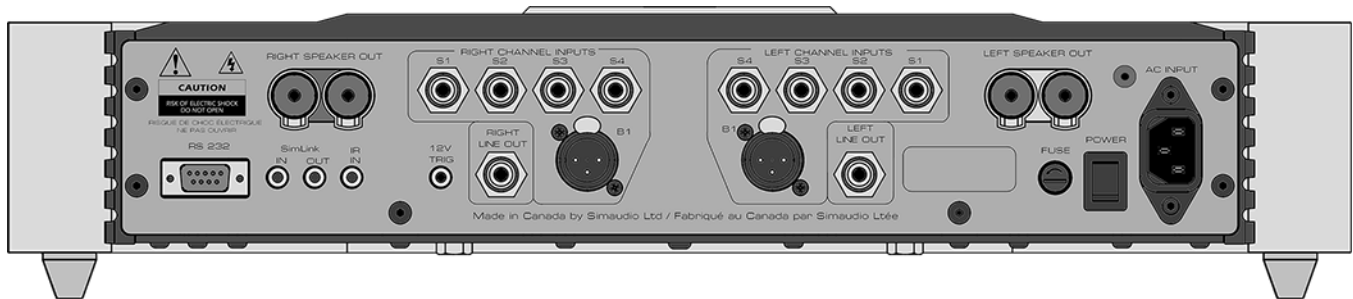

Figure 2: Panneau Arrière du MOON 600i v2
Le panneau arrière du **MOON 600i v2** ressemble à la figure 2 (ci-dessus). Il y a deux rangées de connecteurs. La rangée du haut comporte une paire de bornes plaquées or pour brancher chacune de vos enceintes. Au côté de ces bornes se trouvent quatre (4) paires d'entrées asymétriques RCA étiquetées S1, S2, S3 et S4. Cette configuration est due à l'architecture double monaurale de votre **MOON 600i v2**. Les entrées et sorties du canal de gauche sont regroupées d'un côté, tandis que les connexions pour le canal de droite sont regroupées du côté opposé.